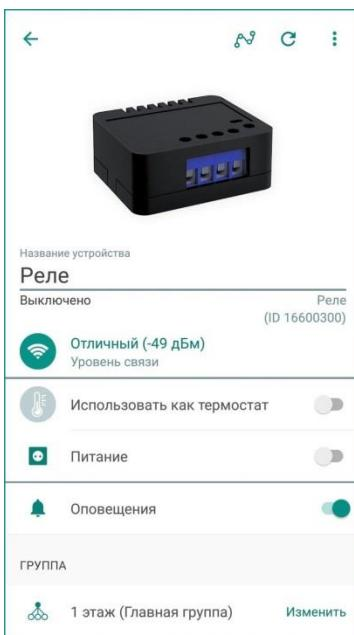

Рисунок 13.1 – Экран настройки реле
1. В приложении на экране настройки реле (в строке *Уровень связи*, см. рисунок 13.1).
Текущие уровень связи реле с хабом отображается на экране настройки реле (см. рисунок 13.1):
Настройки работы реле могут быть изменены на экране настройки реле (см. рисунок 13.1):
На экране настройки реле (см. рисунок 13.1) вы можете отключить push-оповещения о включении и выключении реле. В этом случае записи о работе реле будут сохраняться только в Журнале событий и в разделе Статистика (см. п. 14).